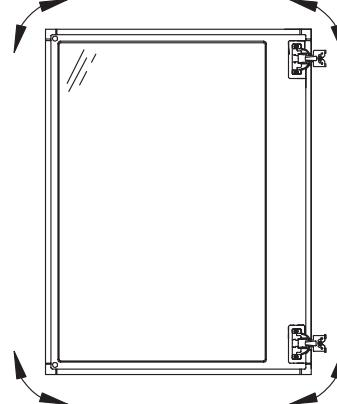

Fig. 13 图 13
- B. These screws allow you to plumb the door as shown in Fig. 13.
- B. 这些螺丝松开可将门作如图 13 所示的左右的位置调整。